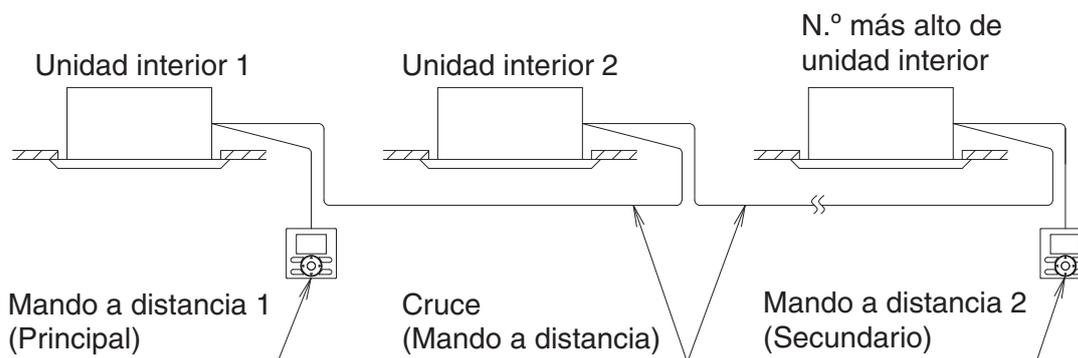

Fig. 20
- Cuando utilice el control de grupo y el control mediante 2 mandos a distancia simultáneamente, conecte el mando a distancia 2 (Secundario) a la unidad interior, en el extremo del cruce (el N.º más grande). (Refiérase a la Fig. 20)